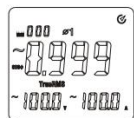

Figura 10-1
- 4) Așa cum se arată în Figura 10-1, apăsați tasta SELECT pentru a selecta prima fază, respectiv 1, pentru sarcina sistemului trifazat cu patru fire. De asemenea, poate afișa factorul de putere (cos(φ)), tensiunea (V) și curentul (A) pentru locația fazei 1.